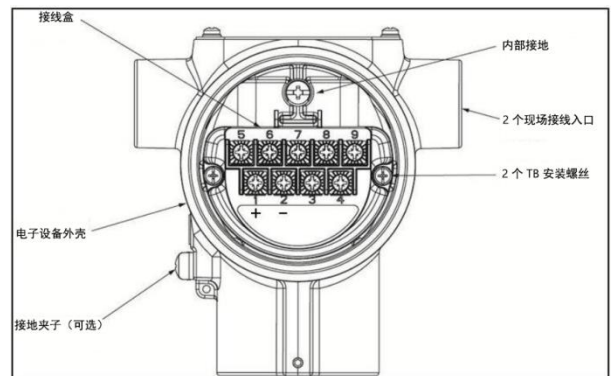

图 8：接线盒和接地螺丝位置
通过将正极 (+) 和负极 (-) 回路电线与电子设备外壳上的变送器接线盒的正极 (+) 和负极 (-) 端子连接，如图 8 所示，将回路布线连接到变送器。仅在电源端将回路电源接线屏蔽接地。
1	部件位置见上面的图 8。
- 部件位置见上面的图 8。使用 1.5 毫米艾伦扳手，拧松端盖锁。
必须将变送器接地夹头处的电线（请参阅图 8）接地，以使防雷保护生效。此连接请使用 8 AWG 或（8.37 平方毫米）裸线或绿线。